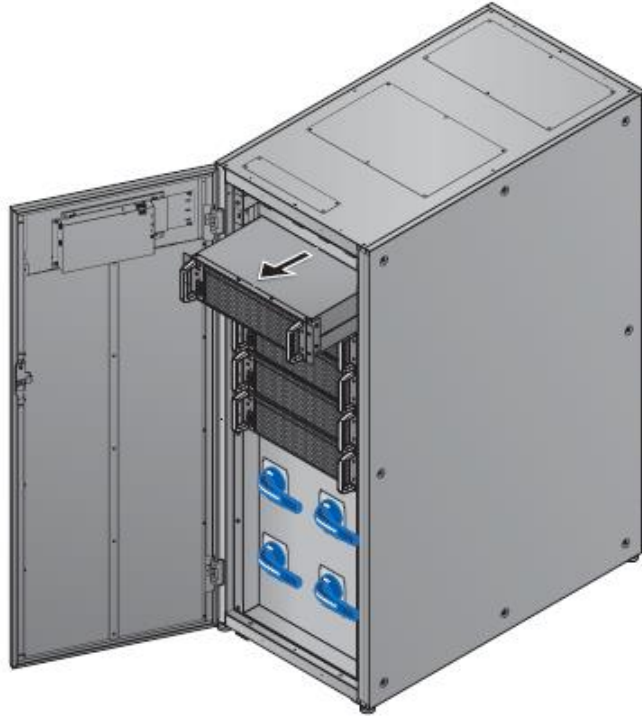
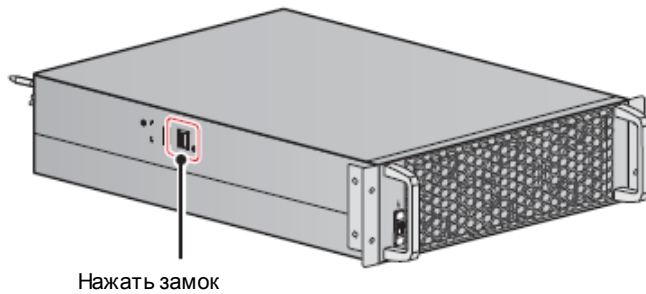

Рисунок 5-51: Демонтаж силового модуля
Рисунок 5-52: Нажатие замка силового модуля
- 3 Выдвиньте силовой модуль из слота (понадобится два человека), см. **Рисунок 5-51**. Когда модуль дойдет до упора, нажмите замок (см. **Рисунок 5-52**) на левой стороне силового модуля для продолжения извлечения его из шкафа ИБП.